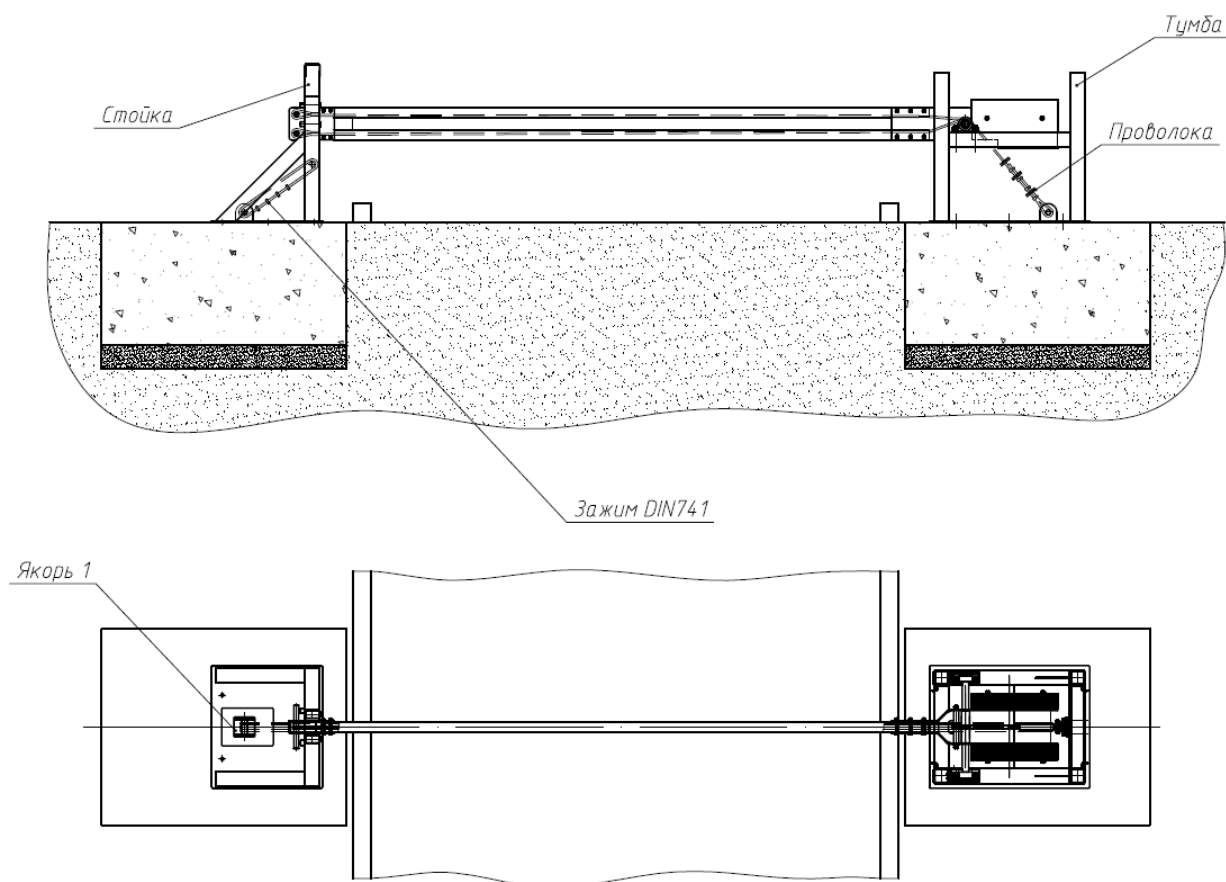
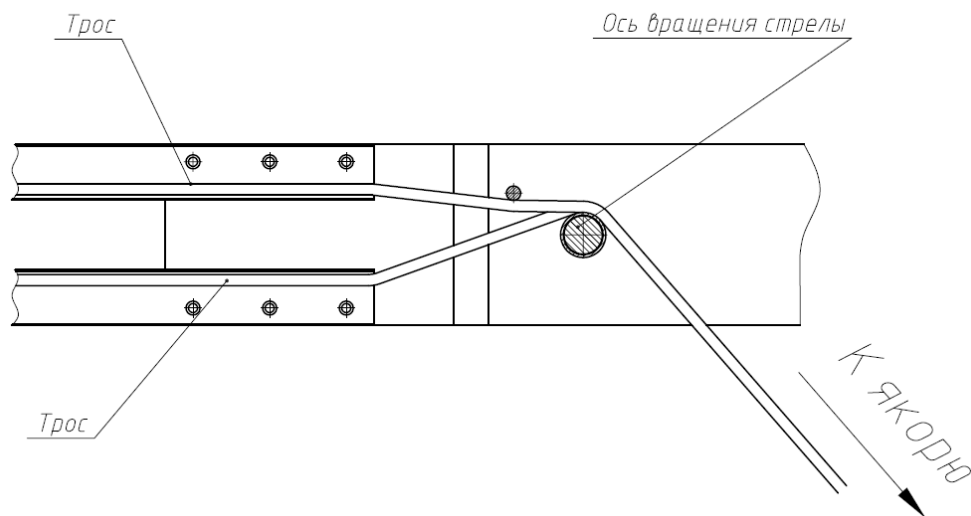
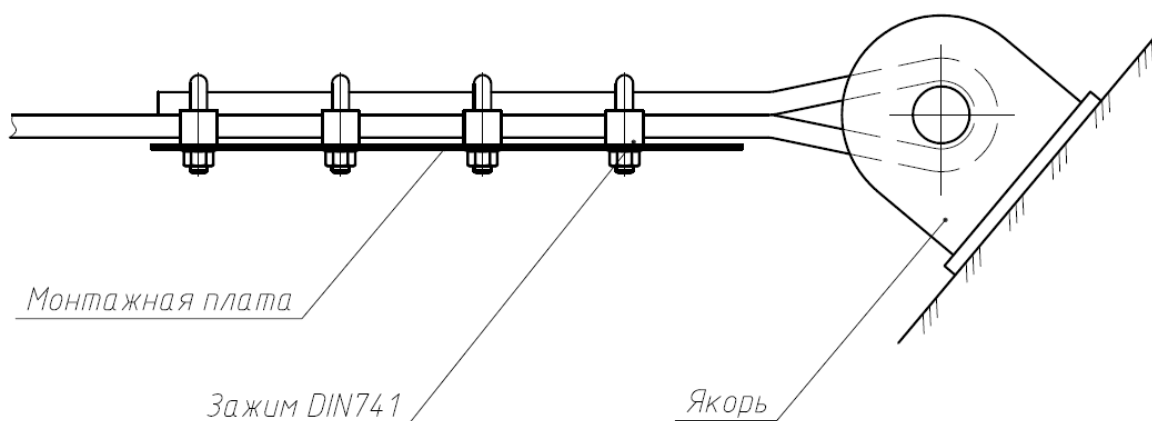

рис.5.1
рис.5.2
рис.5.3
Связать стойку и якорь 1 при помощи четырех тросов $\varnothing 16$ мм. Для фиксирования каждой петли из троса использовать по четыре зажима DIN741 (рис. 5.1). Тросы и зажимы входят в комплект поставки.
1.1.13 Свободные концы тросов , выходящие из стрелы, проложить до якоря (рис. 5.2) и закрепить за якорь при помощи зажимов DIN741 (рис.5.3). Для каждого троса использовать по четыре зажима. Свободные концы тросов допускается подрезать. Для предотвращения трения тросов о подвижные части шлагбаума стянуть все ветви тросов стальной проволокой (рис. 5.1).